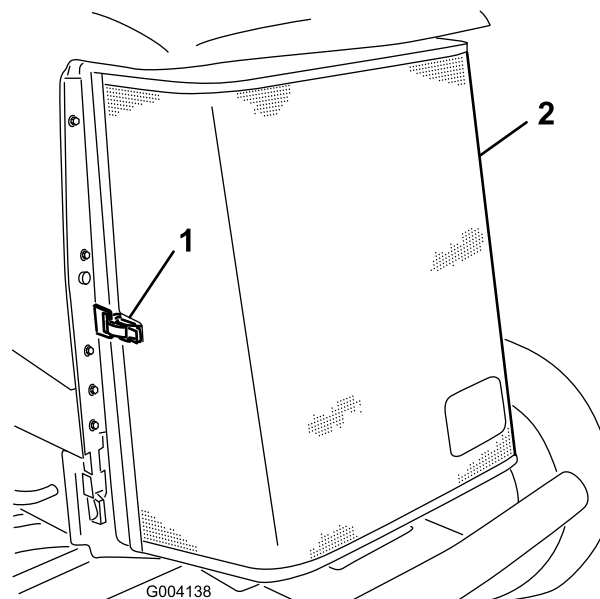

Figure 82
3. Déverrouillez l'attache et ouvrez la grille arrière (Figure 82).